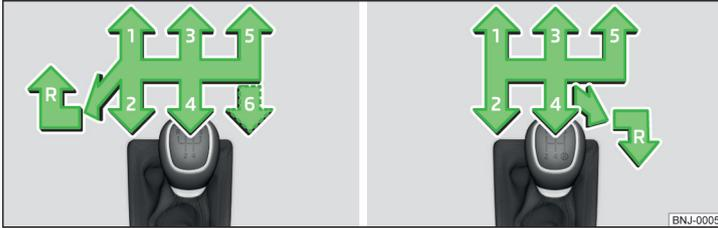

Abb. 109 Schaltschema des Schaltgetriebes: Variante 1 / Variante 2
Auf dem Schalthebel sind die einzelnen Gangstellungen dargestellt » Abb. 109.
- › Den Schalthebel völlig nach links und dann nach vorn in **R**-Stellung stellen » Abb. 109.